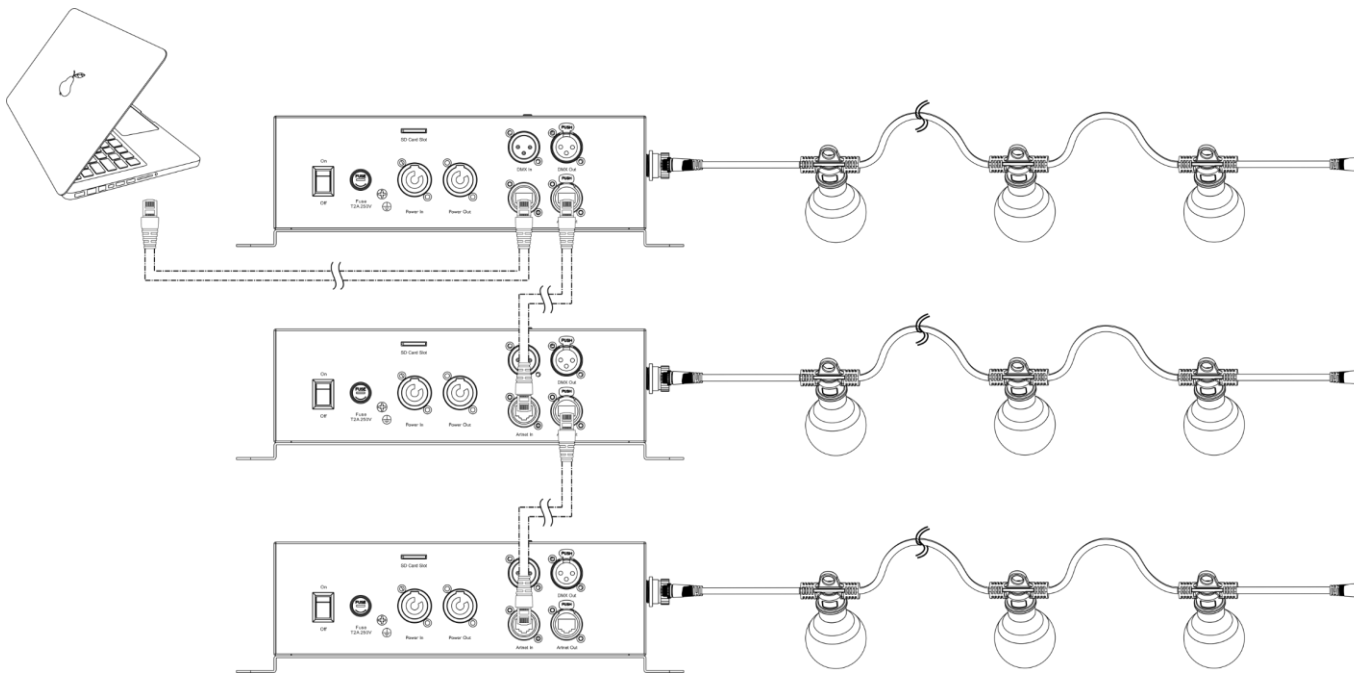

Abb. 08
- 05) Verbinden Sie die Geräte wie in Abb. 08. Schließen Sie den RJ45-Ausgang des ersten Geräts mit einem CAT5/CAT6-Kabel an den Eingang des zweiten Geräts an. Wiederholen Sie diesen Vorgang, um die restlichen Geräte anzuschließen.